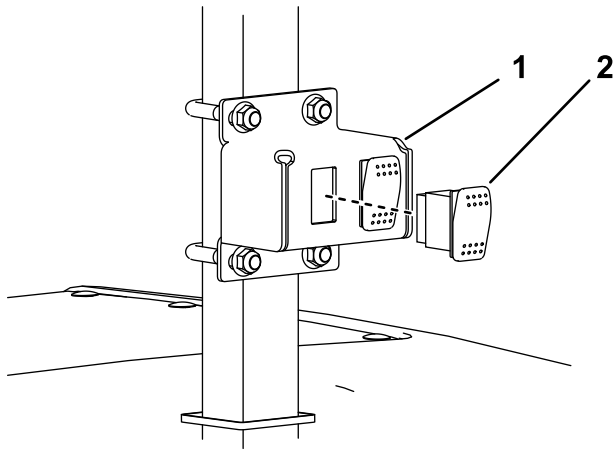

Figur 5
Obs: Kontakten för varningslampan kan gängas ut ur uttaget för varningslampan för anslutning (Figur 5).
7. Montera varningslampan i fästet enligt Figur 5.